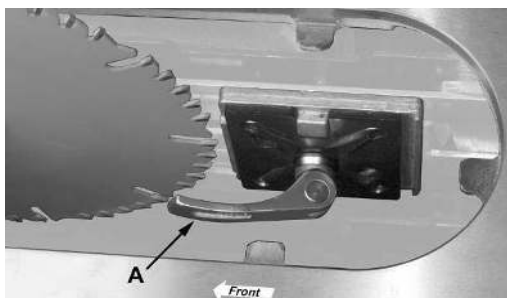

Рис. 14
4. Потяните ручку ( А см. рис. 14) и снимите расклинивающий нож, делая заметки, в каком направлении расклинивающий нож должен быть подвинут с целью приведения его в параллель с пильным диском.